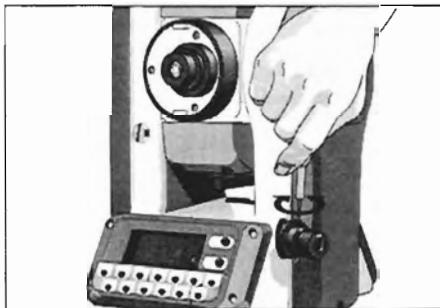

図4-6
- ①付属のねじ回しを用いて、調整ねじを回し×印を図4-5の点Pに一致させます。(図4-6)
- ②再度点検します。(1)の③～⑤)